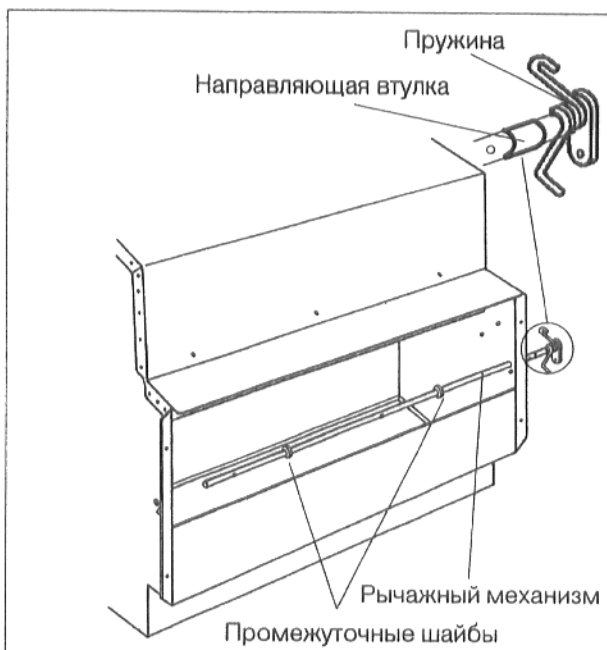

Рис. 2
- Надеть на рычажный механизм направляющую втулку и пружину (рис. 2).
- Вставить рычажный механизм через правое отверстие (рис. 2).
- Надеть на рычажный механизм обе промежуточные шайбы и вставить конец рычажного механизма в левое отверстие (рис. 2).